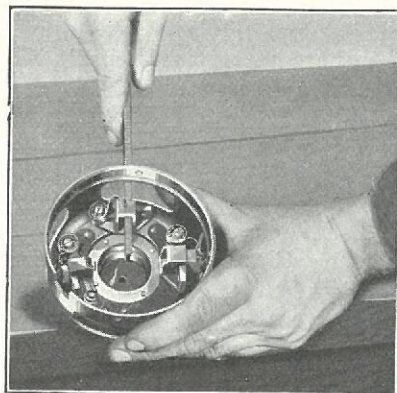

Fig. 515
- 1083** Naar Børsterne klemmer i Børsteholderen, er Grunden i Almindelighed den, at den indvendige Flade paa Børsteholderen er ujævn eller har en Grat. Dette kan afhjælpes ved at file af Holderen med en fin Fil, som vist paa Fig. 515. Hvis Fejlen stammer fra, at Børsten er for stor, slibes den ned, til den passer nøjagtigt i Holderen.